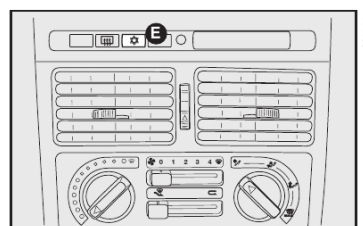

fig. 32
E - Botão para ligar o ar-condicionado **E-fig. 32**. Com o ar-condicionado ligado, o LED no botão **E** se acende.
4) Ligar o ar-condicionado apertando o botão **E-fig. 32**.
O ar-condicionado é muito útil para acelerar o desembaçamento, pois desumidifica o ar. É suficiente regular os comandos para a função de desembaçamento e ativar o condicionador, apertando o botão **E-fig. 32**.
1) Condicionador de ar ligado: botão **E-fig. 32**.